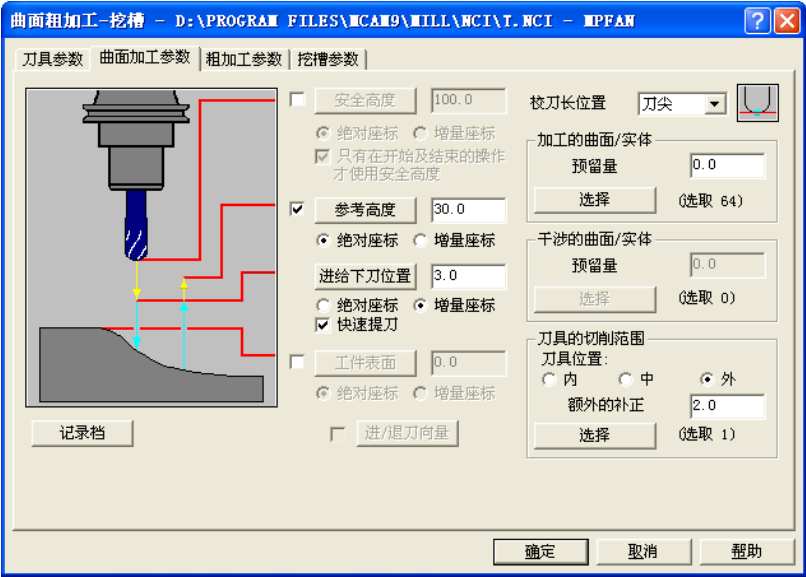

图 7-52 步骤 7) 曲面加工参数
7) 选择“曲面粗加工—挖槽”，继续选择 $\phi 5$ 平刀，在“刀具参数”选项卡中输入进给率：600、下刀速率：300、提刀速率：2000、主轴转速：2500，勾选：喷油；在“曲面加工参数”选项卡中输入参考高度：30、进给下刀位置：3，点选“增量坐标”，勾选“快速提刀”，图形选择所有的曲面，切削范围选择 120×100 矩形，设定加工的曲面/实体预留量：0，刀具的切削范围点选“外”，额外补正：2，如图 7-52 所示；在“粗加工参数”选项卡，输入 Z 轴最大进给量：0.6，勾选“切削范围外下刀”，单击“切削深度”，在“切削深度的设定”对话框中，点选“绝对坐标”，设定最高位置：-20、最低位置：-20，勾选“自动调整加工面的预留量”，其余参数均默认；在“挖槽参数”选项卡，选择“等距环切”，设定切削间距（直径%）：75.0，